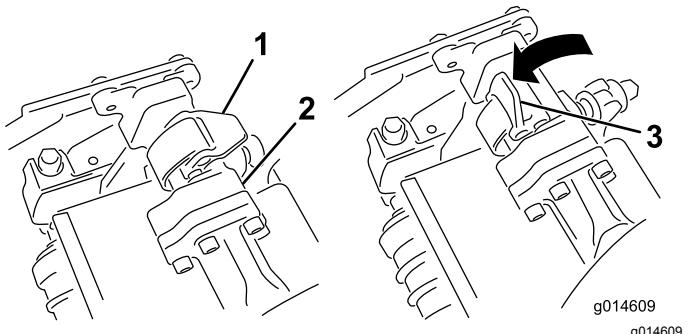
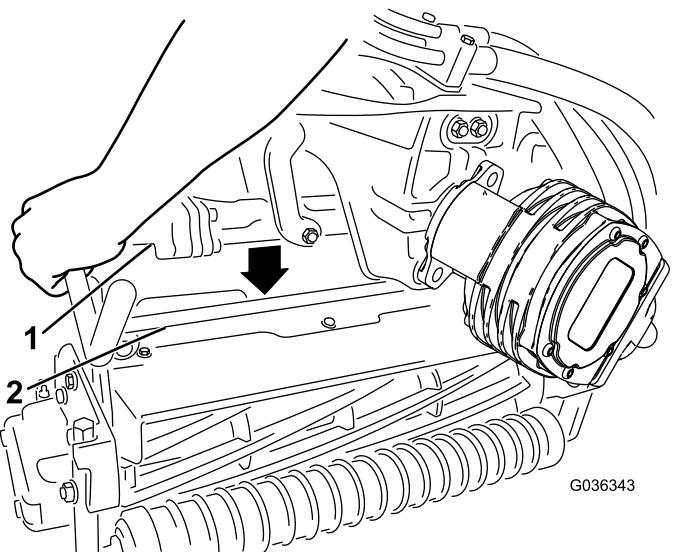

图45
图46
4. 当悬挂臂杆上的闩锁指向上方即打开时图45向下压悬挂臂使悬挂臂杆与滚刀组上方的支架相契合图46。
5. 向下并绕着滚刀组横杆关闭闩锁将它们锁定到位图45。
5. 打开您正在拆下的滚刀组悬挂臂上的闩锁 图45。